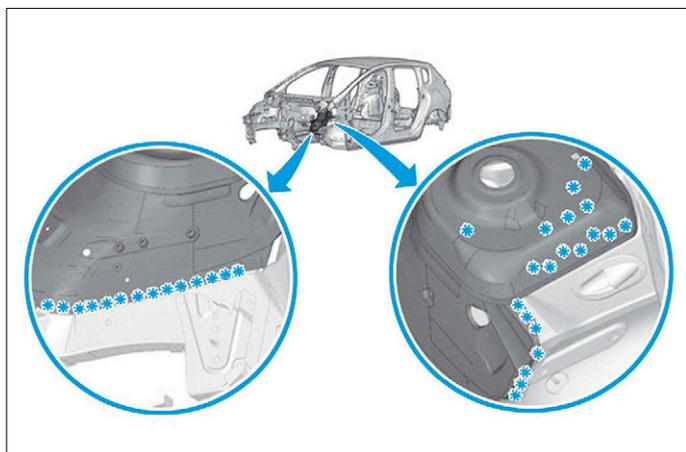
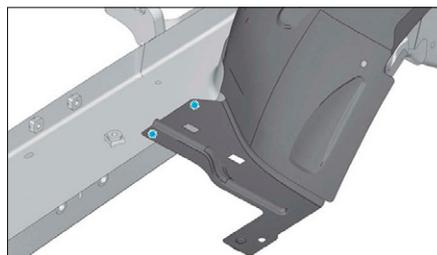

FIG. 34
FIG. 35
- Dépointer et fraiser comme illustré (Fig.34) et (Fig.35).